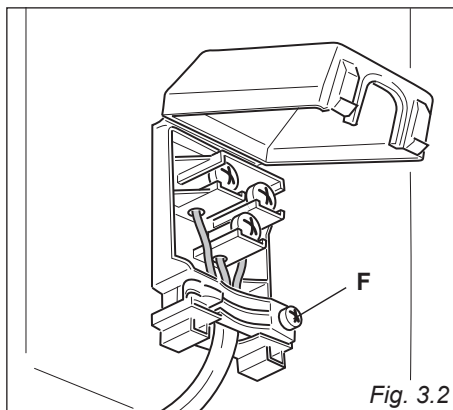

Fig. 3.2
- Aprire il fissacavo svitando la vite “F” (fig. 3.2), svitare le viti dei morsetti e togliere il cavo.